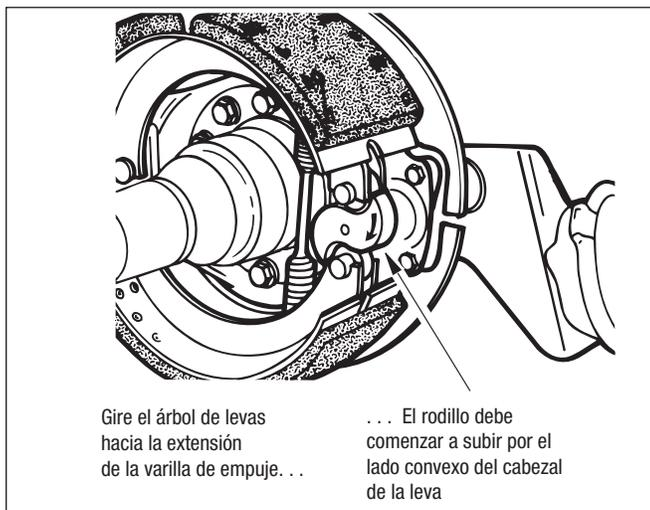

Figura 51 – Instalación del árbol de levas
2. Para asegurarse de que el árbol de levas que se está instalando sea el correcto para la aplicación, gire el árbol de levas en la dirección de la extensión de la varilla de empuje de la cámara de aire y verifique que el rodillo comience a subir por el lado convexo del cabezal de la leva. Consulte la figura 51.